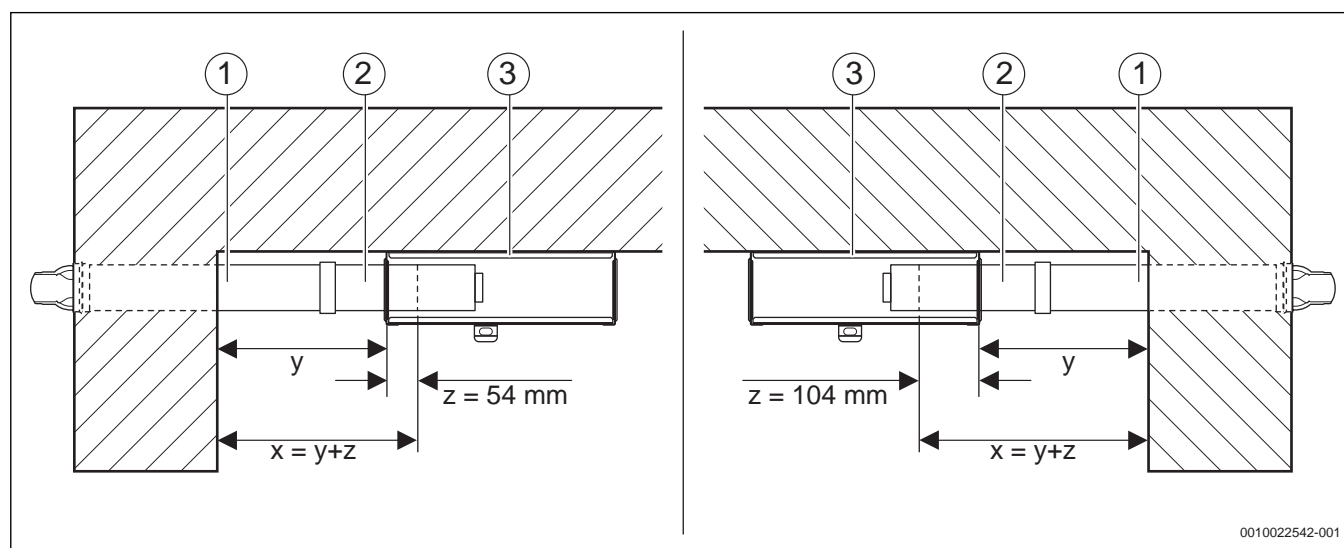

Bild 19 Abgasrohlänge bestimmen (Abgasanschluss links bzw. rechts)
- ▶ Ggf. Verlängerung auf Abgasrohr stecken und das gemäß Bild 19 bestimmte Ablängmaß x auf dem Abgasrohr anzeichnen.
- ▶ Das gemäß Bild 19 bestimmte Ablängmaß x auf dem Abgasrohr anzeichnen.